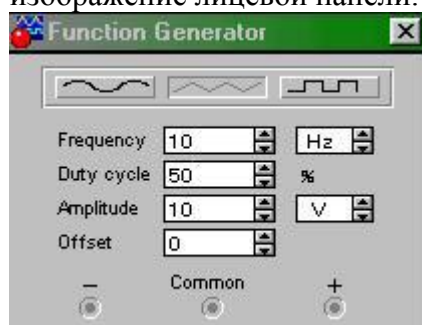

Рис. 3
7. Двойным щелчком кнопки мыши откройте лицевую панель функционального генератора, установите пилообразную форму и частоту выходного сигнала согласно рис. 3. Закройте изображение лицевой панели.